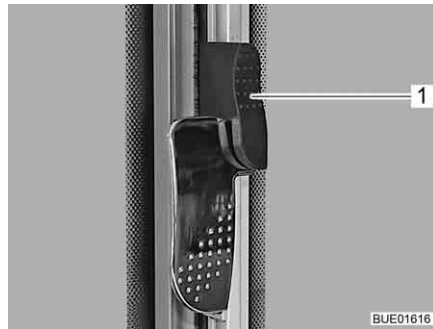

Bild 103 Skjutfönster med svängspärr (låst)
- Skjut upp låsregeln (Bild 103,1).
- Skjut ned låsregeln (Bild 103,1).